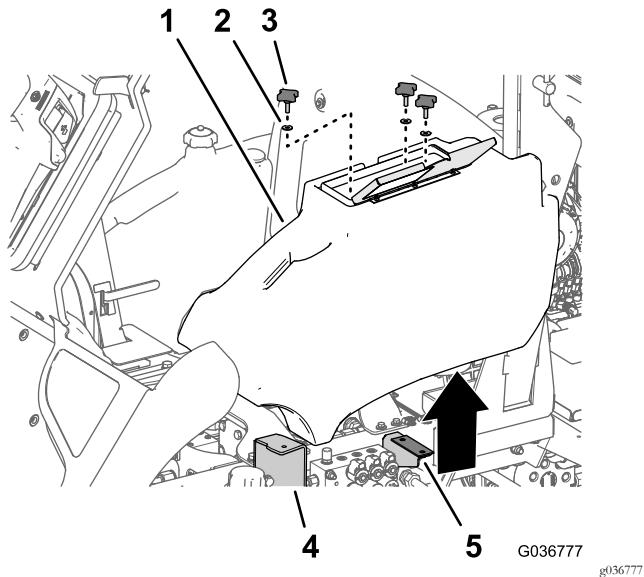

Figure 3
1. Ouvrez le couvercle du bac de rangement (Figure 3).
2. Desserrez et retirez les 3 boutons et les 3 rondelles qui fixent le bac de rangement au bord du marchepied et au support (Figure 3).
1. Alignez les 3 trous dans le bac de rangement et le trou dans le bord du marchepied et les trous dans le support du bac de rangement ; voir la Figure 3 sous Dépose du bac de rangement (page 2).